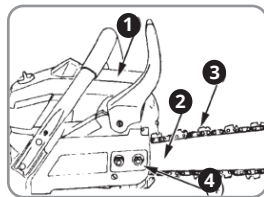

Abb. 1
- Berühren Sie niemals die Abdeckung, die Führungsschiene, die Kette oder die Mutter mit bloßen Händen, während der Motor in Betrieb ist oder unmittelbar nach dem Abschalten des Motors (siehe Abb. 1). Dies könnte aufgrund der hohen Temperatur zu schweren Verbrennungen führen.